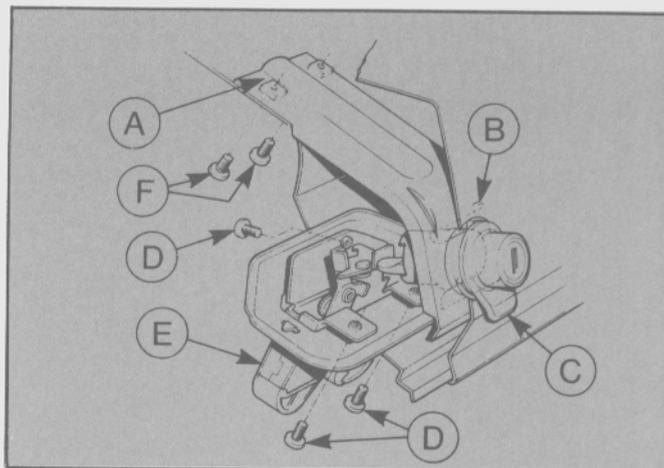

Fig. 350 - Conjunto de cerradura del portón.
- Retirar la grampa de retención del cilindro de la cerradura (Fig. 350)
- Retirar los dos tornillos de sujeción y separar el soporte (Fig. 350).
- Quitar los tres tornillos "Torx" que sujetan el conjunto de cerradura y retirarla (Fig. 350).